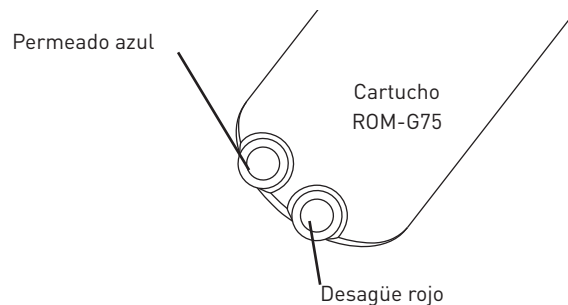

Figure 26
3. Inserte el tubo en el puerto de desagüe rojo que está en la parte inferior del cartucho, Figure 26. Empuje hasta que la marca esté al ras con el acoplamiento de conexión rápida.
6. Inserte el tubo en el puerto de permeado azul que está en la parte inferior del cartucho ROM-G75, Figure 26. Empuje hasta que la marca esté al ras con el acoplamiento de conexión rápida.